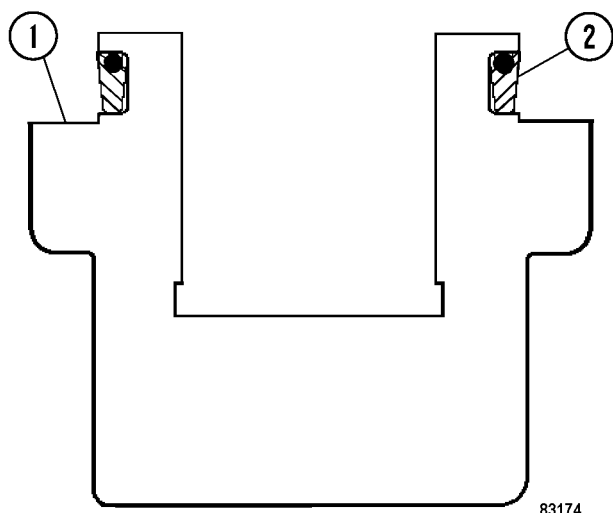

FIGURA 6-15. INSTALACIÓN DEL SELLO
2. Desmonte la cubierta (1, Figura 6-15). Desconecte el cableado eléctrico del interruptor de presión de precarga de nitrógeno (10).
3. Desmonte la protección de la válvula de carga y afloje la tuerca hexagonal pequeña de la válvula de carga (9) tres vueltas completas. Presione el núcleo de la válvula hasta liberar toda la presión de nitrógeno.
1. Levante el acumulador y colóquelo en su posición de instalación dentro del soporte de montaje (7, Figura 6-15). El acumulador debe estar en una posición que permita acceder a la válvula de carga (9).
2. Asegure el acumulador al soporte de montaje (7) con las abrazaderas de montaje (4), los tornillos, las arandelas de seguridad y las tuercas. Apriete los tornillos al torque estándar.
3. Conecte el cableado eléctrico al interruptor de presión de precarga de nitrógeno (10) y la línea de aceite (8) a la parte inferior del acumulador.
5. Revise si hay fugas en la válvula de carga (9), en el interruptor de precarga (10) y en el conjunto de la válvula de retención (11) con una solución jabonosa.
- Desmonte el espaciador (9), luego empuje el conjunto del puerto hidráulico hacia la carcasa.
- Coloque su mano dentro de la carcasa del acumulador y desmonte el respaldo del O-ring (8), el O-ring (7) y la arandela de respaldo de metal (6). Separe el anillo antiextrusión (3) del puerto hidráulico, luego doble el anillo y retírelo de la carcasa (Figura 6-15).